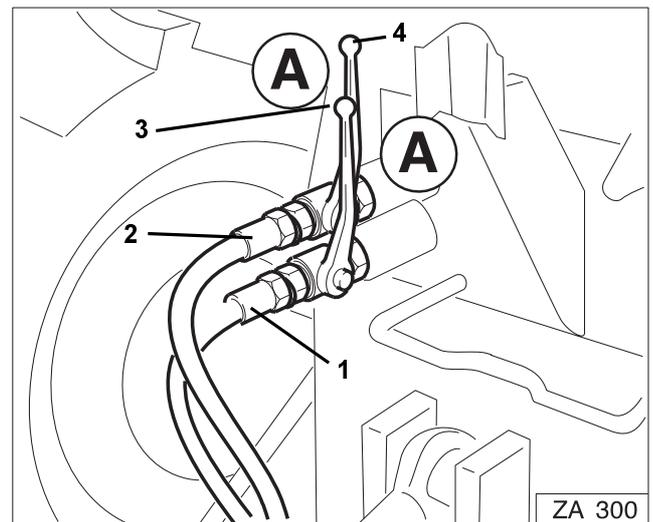

Fig. 18
- Conectar cada una de las mangueras hidráulicas (Fig. 18/1 y Fig. 18/2) del accionamiento hidráulico de las trampillas independientes a un distribuidor de efecto simple del tractor.
- las llaves esféricas (Fig. 18/3 y Fig. 18/4) deben estar cerradas: posición A.